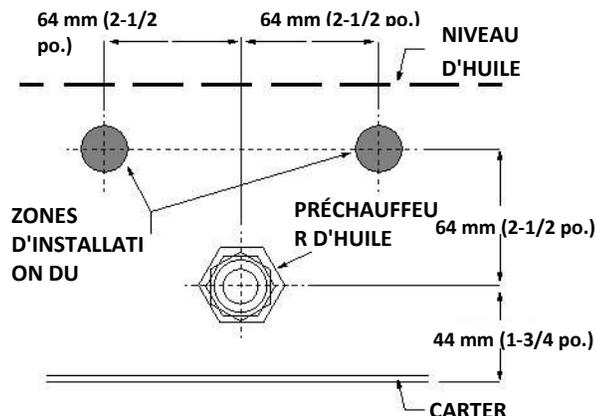

Figure 6. Zones possibles pour l'installation du thermostat. Remarquer le niveau d'huile minimum.
3. Installer le thermostat à environ 2- $\frac{1}{2}$  pouces (64 mm) de chacun des côtés du préchauffeur d'huile et à 2- $\frac{1}{2}$  pouces (64 mm) au-dessus du préchauffeur. Voir la figure 6.